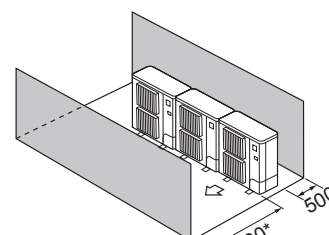

Fig. 2-12
- ④ Obstáculos sólo en la parte delantera y trasera (Fig. 2-12)